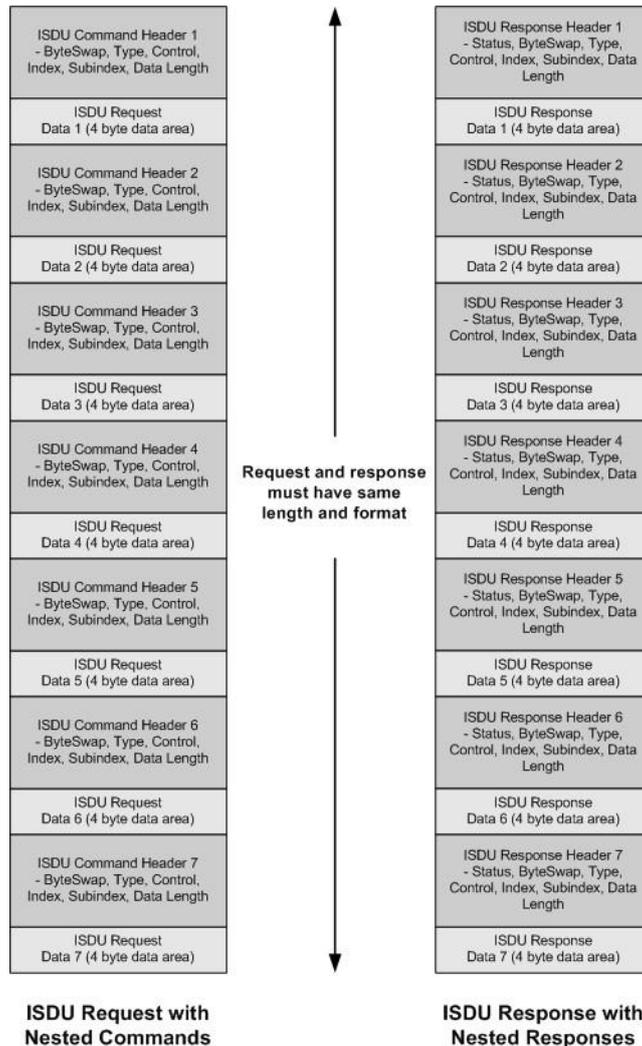

Abbildung 61: Beispiel - ISDU-Anfrage/Antwort mit mehreren Befehlen unterschiedlicher Datenbereich-Länge
- *Abbildung 61:* *Beispiel - ISDU-Anfrage/Antwort mit mehreren Befehlen unterschiedlicher Datenbereich-Länge*